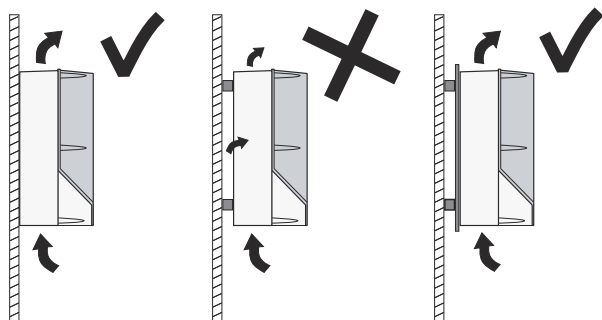

Fig. 2 CUE appeso direttamente sulla parete o montato con una piastra posteriore.
- Appendere l'armadio del CUE direttamente sulla parete o montarlo con una piastra posteriore. Vedi fig. 2.